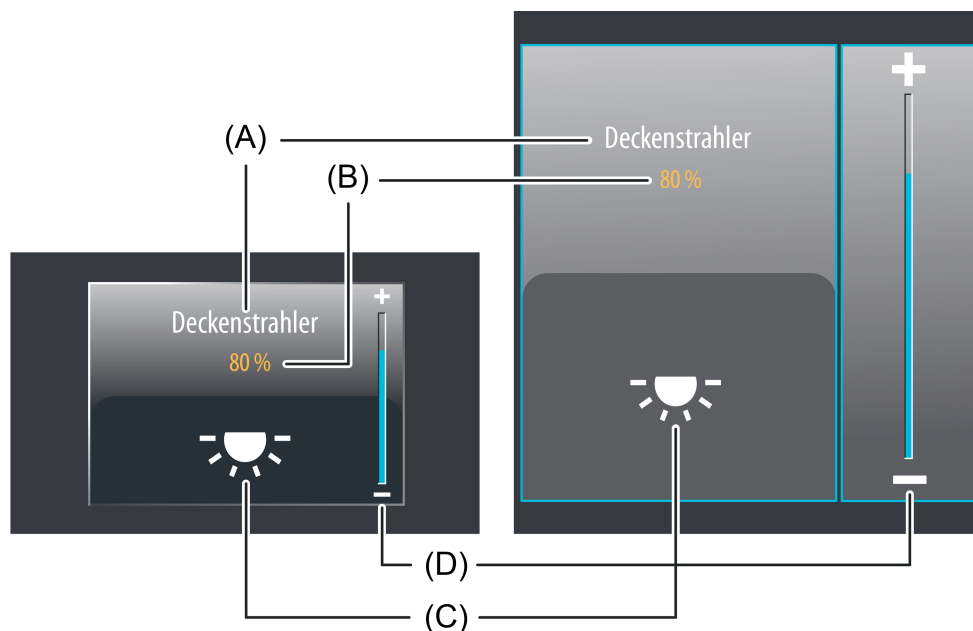

Bild 24: Beispiel für Bedien- und Anzeigeelement der Funktion "Dimmen (Start/Stop)"
Der Anzeigebereich enthält verschiedene Darstellungselemente (Bild 24), die durch Parameter beeinflusst werden. Jede KNX Funktion kann in der Konfigurationssoftware eine Bezeichnung vergeben werden (A). Diese Text-Bezeichnung wird im Anzeigeelement zentriert zur Anzeige gebracht, wodurch steuerbare KNX Funktionen für den Anwender kenntlich gemacht werden (z. B. "Deckenstrahler"). Zusätzlich kann unterhalb der Bezeichnung ein Statuswert (B) eingeblendet werden, der abhängig z. B. vom Objektwert der Dimmwert-Rückmeldung des angesprochenen Dimmaktors Helligkeitswerte im Klartext anzeigt ("0...100 %"). Solange nach einem Geräteset noch kein Rückmeldungs-Objektwert empfangen wurde, zeigt der Statuswert "---%" an.